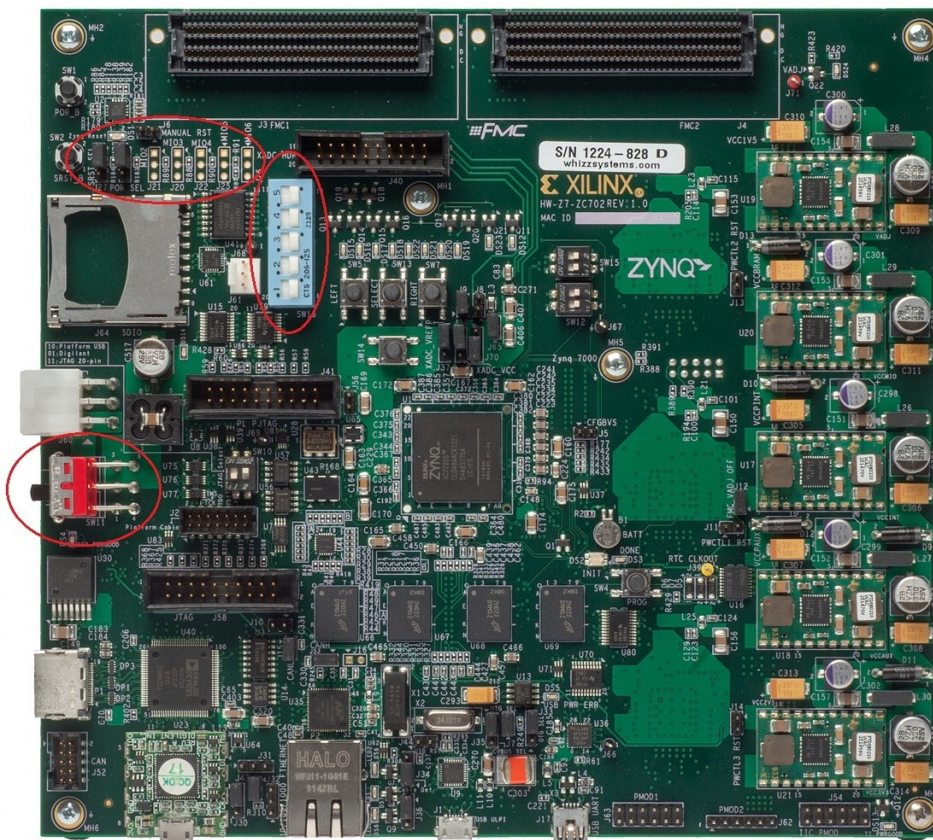

図 2-6: ZC702 ボードの電源スウィッチ
5. 図 2-6 に示すスウィッチを使用して ZC702 ボードに電源を投入します。
**重要:** ジャンパー J28 および J28 は SD カード スロットから離れた側につけ、SW16 スwitchを図 2-6 に示すとおりを設定します。